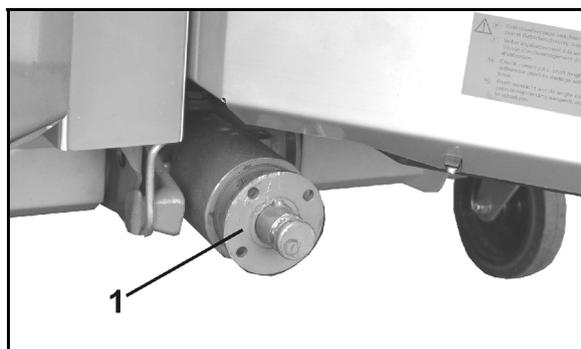

Fig. 35
1. Com um extractor, extrair o casquilho de flange (Fig. 35/1) do veio de entrada na caixa de velocidades.